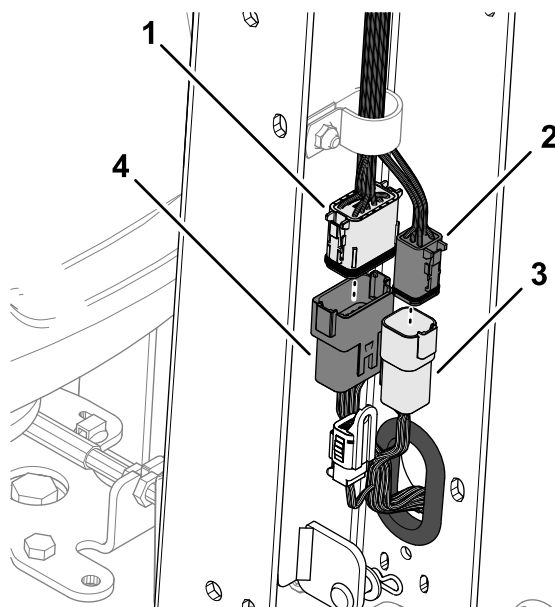

Figure 9
2. Branchez le connecteur à 12 broches du faisceau de la machine sur le connecteur à 12 douilles du faisceau du timon (Figure 9).